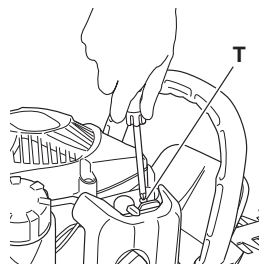

Fig. 9
**Réglage du carburateur (Fig. 9)**